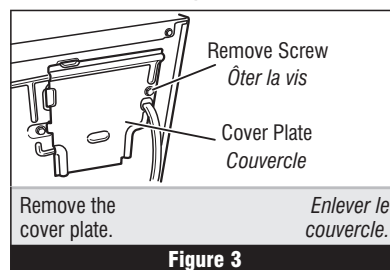

Figure 3
2. Remove the cover plate from the top right corner of the back of the dryer. See figure 3.
2. Enlever le couvercle dans l'angle supérieur droit à l'arrière de la sècheuse. Voir figure 3.